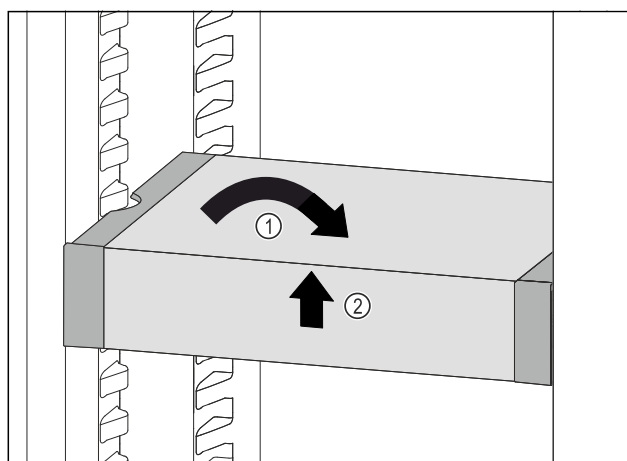

Fig. 85
- ▶ Remettre le VarioSafe droit. Fig. 85 (1)
- ▶ Soulever la partie avant du VarioSafe. Fig. 85 (2)